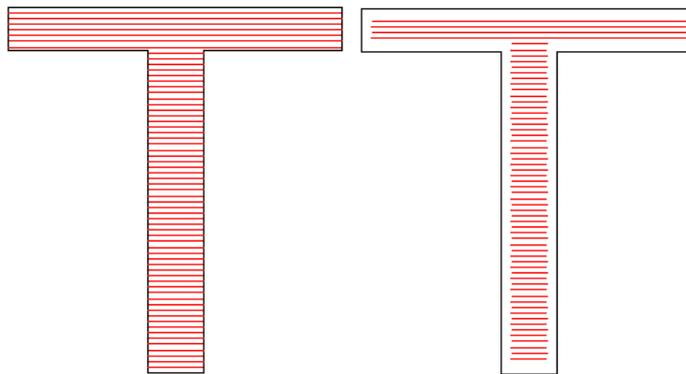

Figura 3-7 Distancia al borde
**Desplazamiento de borde:** la distancia entre las líneas de sombreado y el contorno del objeto (Figura 3-7)